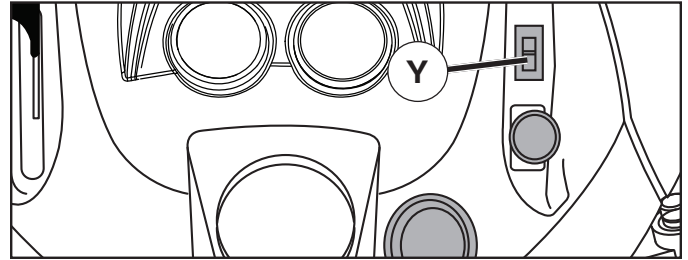

Fig. 9
POUR UTILISER LA COMMANDE DE BLOCAGE DE DIFFÉRENTIEL (Y) (Voir Fig. 9)